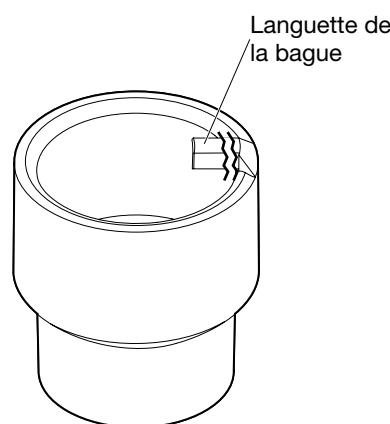
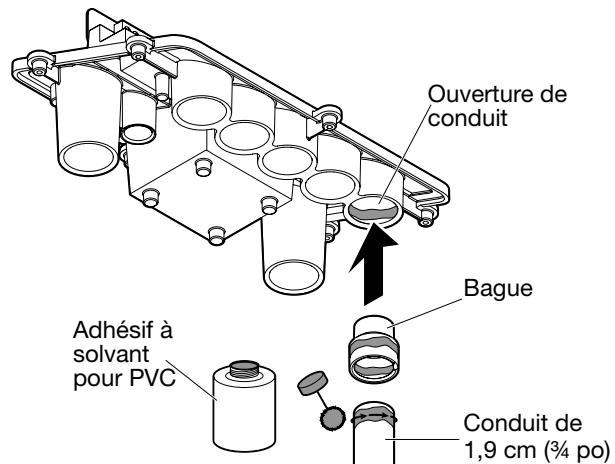

FIG. 5. Languette de la bague du réducteur de conduit
FIG. 6. Utilisation d'un conduit de 1,9 cm (3/4 po)
- b. Pour les conduits de 1,9 cm (¾ po) (voir FIG. 5 et FIG. 6) :